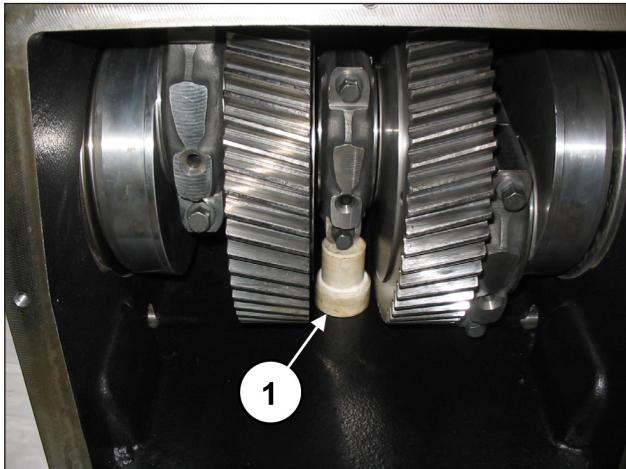

Abb. 12
Setzen Sie eine Passscheibe unter den Schaft der mittleren Pleuelstange, um die Drehung der Kurbelwelle zu kontrollieren (Pos. ①, Abb. 12).